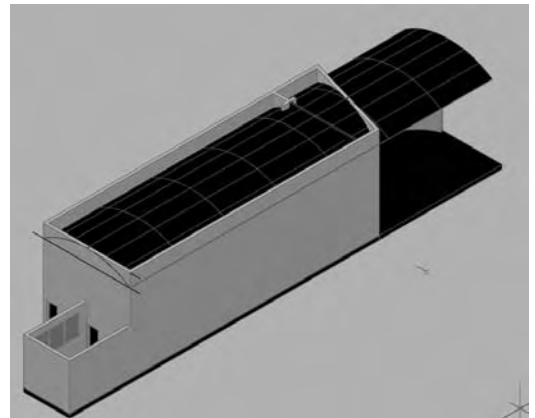

Fig.20.18
- 4 Extrudez l'arc par la fonction Extrusion (Extrude). On obtient une surface courbe, qui va nous servir de frontière de coupe pour la toiture (fig.20.18).